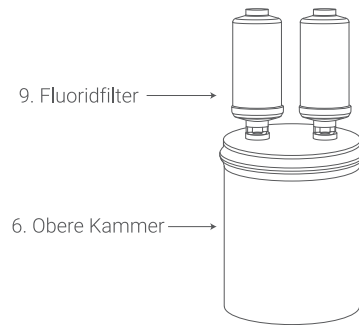

Abbildung 6
Stellen Sie die obere Kammer (6) auf den Kopf und schrauben Sie jeden Fluoridfilter (9) mit der Markierung "IN" auf die Gewindestange des entsprechenden Kohlefilters (5). Drehen Sie die obere Kammer zur Installation um. (Abbildung 6)